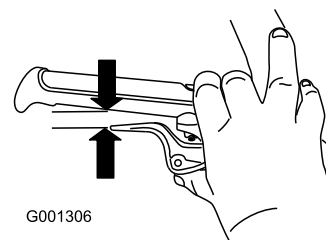

Рисунок 10
5. Полностью утопите рычаг, затем проверьте зазор между нижней точкой рукоятки и концом рычага муфты свободного хода (Рисунок 10).